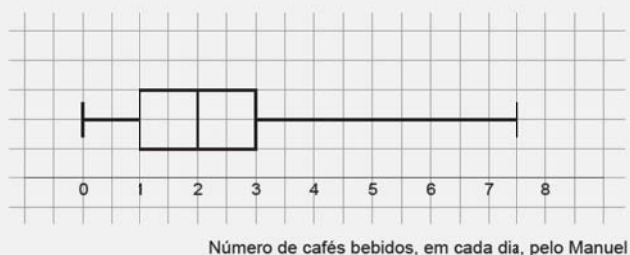

Figura 2
4.2. Um aluno apresentou o diagrama da Figura 2 como sendo o diagrama de extremos e quartis da variável «número de cafés bebidos, em cada dia, pelo Manuel» referente à amostra recolhida.
Ao analisar o diagrama da Figura 2, o Manuel afirmou: «este diagrama não pode representar a amostra recolhida».
Construa, com os dados da Tabela 5, o diagrama de extremos e quartis que representa a amostra recolhida e identifique as diferenças entre o diagrama que construiu e o diagrama da Figura 2.